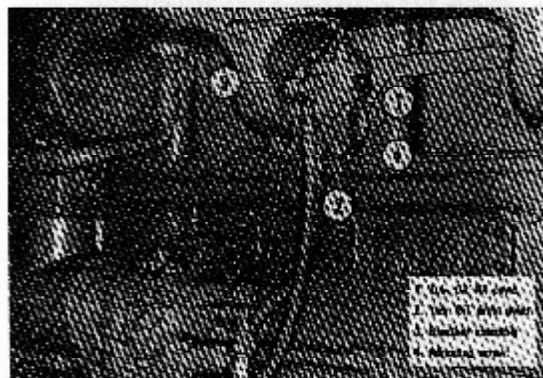

Рис. 2-64 (N10503). Анероид
1. Снимите крышку маслonaполнителя (1, Рис. 2-64), обозначенную “Lub oil”.
Снимите и замените сапун анероида (3, Рис. 2-64).